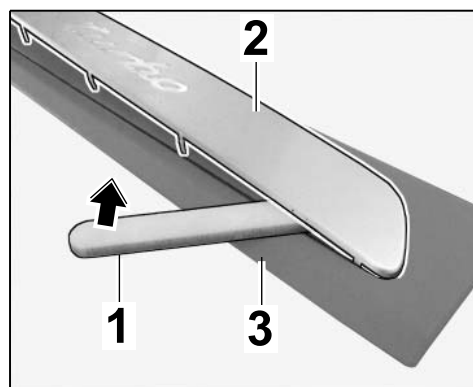

Рис. 20
- 3.1.2 Осторожно поддеть серийную вставку порога двери с помощью клина ПОМ с (внутренней) накладкой порога ($\Rightarrow$ Рис. 20).